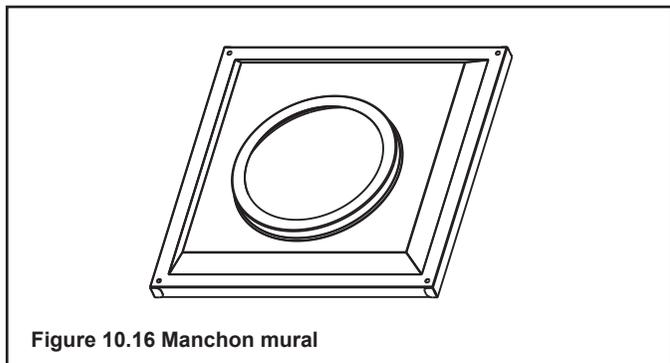

Figure 10.16 Manchon mural
- Une fois la section de tuyau et l'abat-vent connectés, glissez le manchon mural jusqu'à la surface intérieure du mur et fixez-le à l'aide des vis fournies. Voir la Figure 10.16.